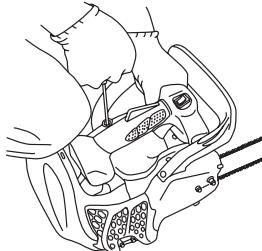

Fig. 12
5. Tire de nuevo el arrancador de desaceleración con fuerza de la misma manera antes mencionada. (Fig. 12)